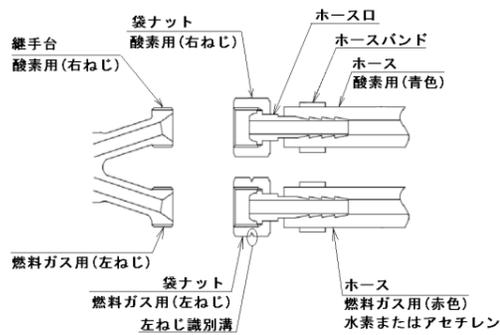

図2 ホースの接続方法
- 吹管にホースを接続するときは、図2「ホースの接続方法」のとおり正しく接続し、袋ナットを確実に締めてください。接続間違えや、締め付け不足の場合、接続部から火炎が噴出し火傷する危険性があります。
- ① 機器の準備
- ② ゴムホースの準備
- ホース両端にホース口、袋ナットを取り付けてください。酸素用、燃料ガス用、それぞれ対応する袋ナットを使用してください。(図2「ホースの接続方法」参照)
- ・まず、酸素ゴムホースを加熱器の酸素入口に接続してください。次に、燃料ガスゴムホースを加熱器の燃料ガス入口に接続してください。(図2「ホースの接続方法」参照)